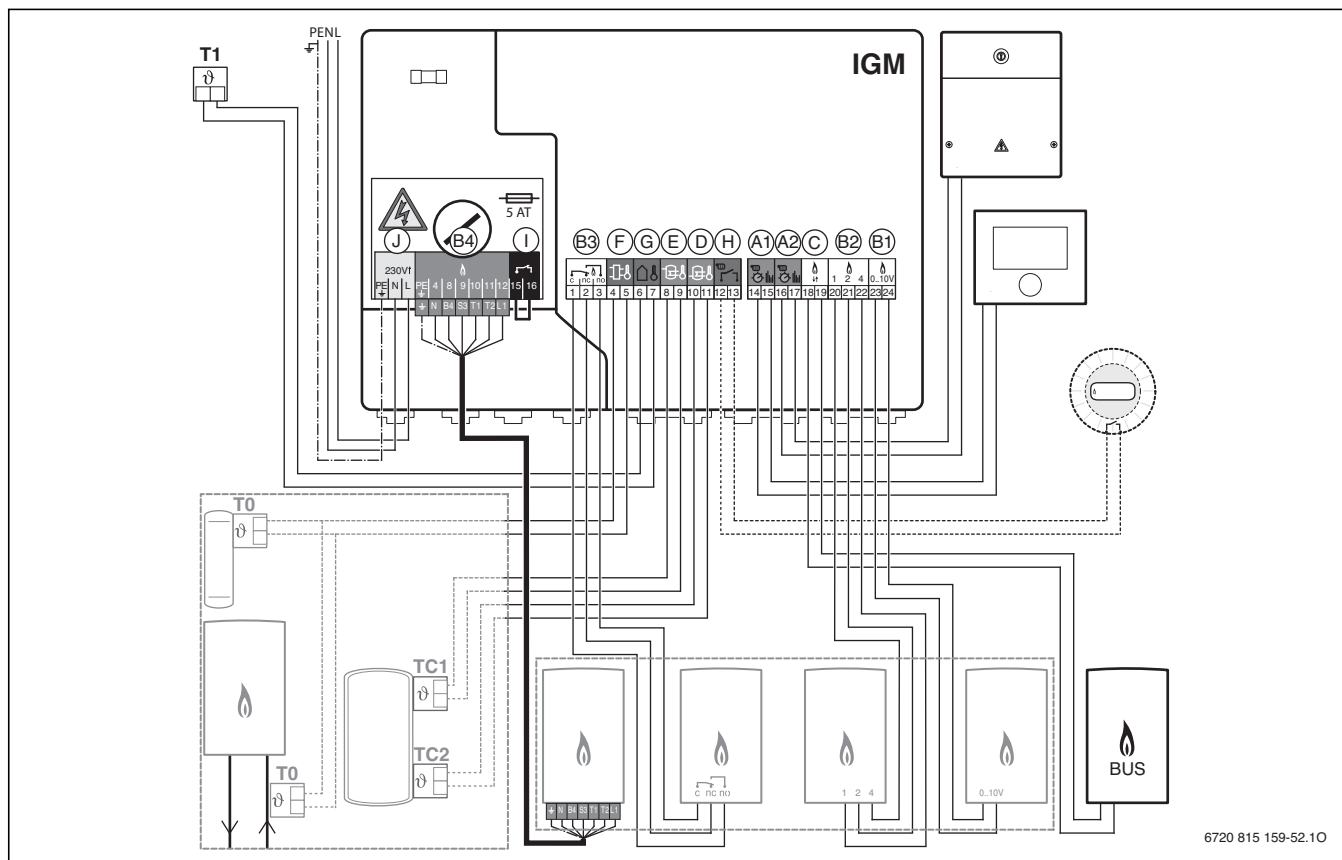

Bild 85 Anschlussplan IGM mit möglichen Anlagenkomponenten
- **BUS-gesteuerte Regelung:** Bei Anschluss an das BUS-Regelsystem (→ Seite 93, Bild 85, [A]) ist eine optimale Anpassung der Wärmeerzeugung an den Wärmebedarf der Heizungsanlage möglich. Die Kombination mit allen verfügbaren Modulen und Bedieneinheiten im EMS-2-System wird ermöglicht.
- **Ein/Aus-gesteuerte Regelung:** In Verbindung mit einem Ein/Aus-Schalter am IGM (→ Seite 93, Bild 85, [H]) wird die Leistung der angeschlossenen Wärmeerzeuger stetig nach dem vom Modul berechneten Wärmebedarf geregelt und über das Display dargestellt. Ein Öffnen des Kontaktes schaltet beide Heizgeräte aus.